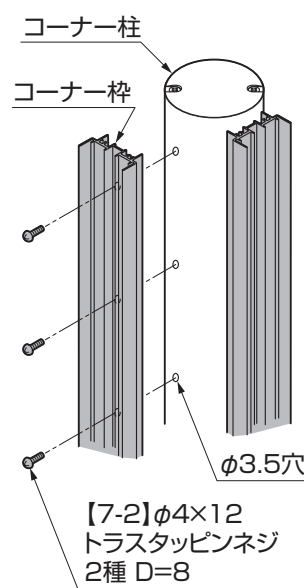

図3-33
- ③コーナー枠を【7-2】でコーナー柱に取付けてください。(図3-33参照)